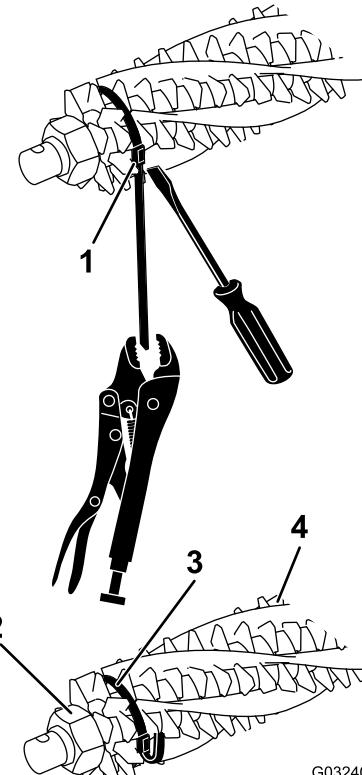
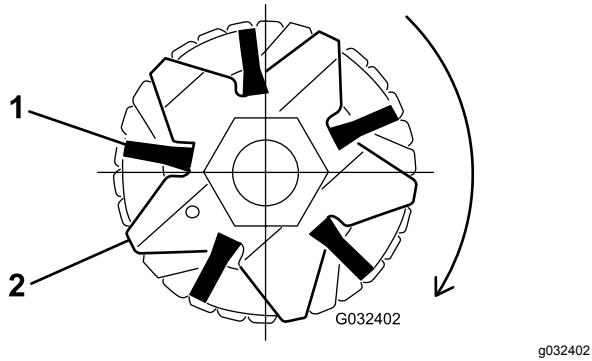

Bild 15
Bild 17
2. Lockern Sie die Befestigungsmuttern des Groomermessers an beiden Enden der Groomerwelle (Bild 15).
4. Stellen Sie sich, dass die Bürsten in den Schlitten des Groomermessers sitzen (Bild 15 und Bild 17).
5. Wickeln Sie die Riemen lose um die Spindelwelle des Groomers und der Bürsten, wie in Bild 15 abgebildet; setzen Sie die Riemen in die Rillen in den Bürsten ein Bild 17.
Hinweis: Wenn die Kehrbürsten nicht richtig in den Messerschlitten sitzen, lösen Sie an jeder Seite der Groomerwelle die Befestigungsmuttern des Groomermessers, positionieren Sie die Kehrbürsten richtig in den Messerschlitten und ziehen Sie die Befestigungsmuttern des Groomermessers an (Bild 15).
7. Drücken Sie einen Schraubenzieher gegen die Riemschnalle und halten Sie gleichzeitig jeden Riemen mit einer Greifzange fest. Ziehen Sie den Riemen fest, bis er in den Bürstenrillen arretiert (**Bild 15**).